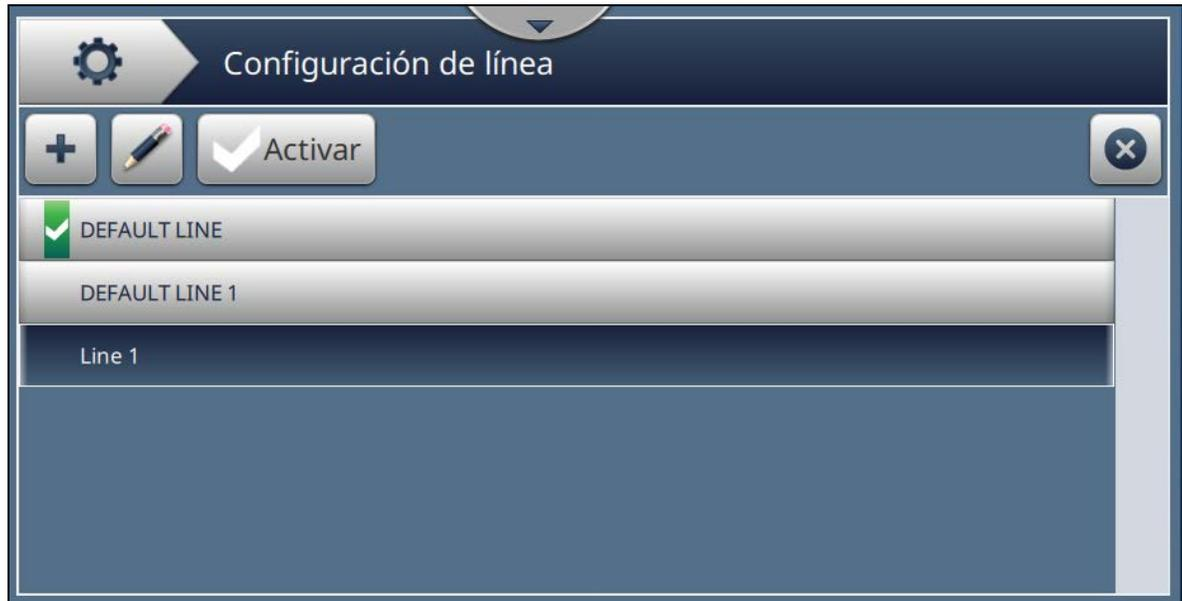

Figura 6-5: Configuración de línea
1. Pulse el botón  de la pantalla Herramientas. Se abrirá la pantalla Configuración de línea, como se muestra en la Figura 6-5.